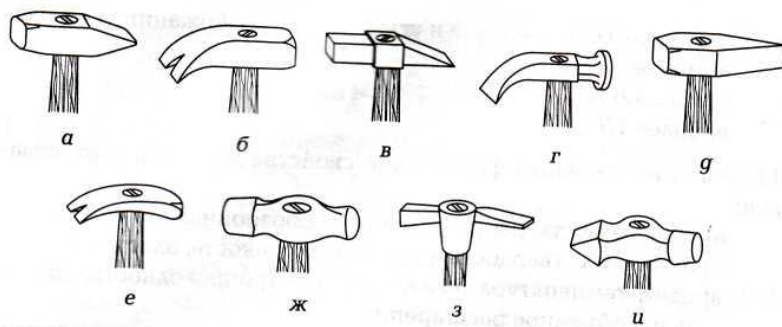

Рис.1.1
9. Какие из молотков, представленных на рис. 1.1, используются в работе слесаря?